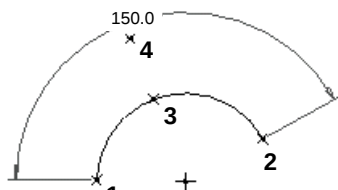

图 4.9.10 标注圆弧角度
Step2. 分别选择弧的端点 1、端点 2 及弧上一点 3；中键单击位置 4 以放置尺寸，如图 4.9.10 所示。